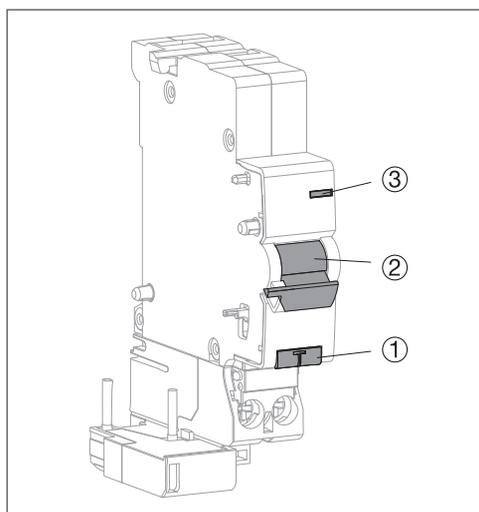

Fig 1 : Description du bloc différentiel détecteur d'arcs
Le bouton test T (cf : Fig 1) est utilisé pour tester l'appareil. Le DPDA doit déclencher après une courte pression sur le bouton de test. Après cela, l'appareil peut être remis en marche.
- Appui court sur le bouton test T (cf : Fig 1). Lors de l'action sur le bouton test, Le DPDA doit déclencher. A tester régulièrement.
- Appuyez sur le bouton de test T (cf : Fig 1) pendant 5 secondes pour activer le mode Bluetooth.